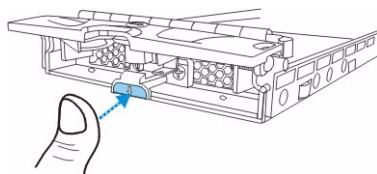

Рисунок 6.2 Открывание передней заслонки дискового лотка.
2. Откройте переднюю заслонку дискового лотка, нажав кнопку на передней панели дискового лотка. Эта кнопка легко доступна. (См. Рисунок 6.2)